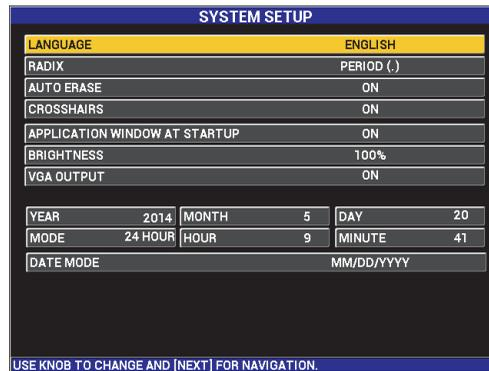

Figura 4-1 Pantalla SYSTEM SETUP (CONFIG SISTEMA)
1. Pulse dos veces la tecla de menú ADV SETUP (); después, pulse la tecla B para acceder a la pantalla **SYSTEM SETUP (CONFIG SISTEMA)**. Ver la Figura 4-1 en la página 76.
- Pulse dos veces la tecla de menú ADV SETUP () ; después, pulse la tecla B para acceder a la pantalla **SYSTEM SETUP (CONFIG SISTEMA)**. Ver la Figura 4-1 en la página 76.
3. En la pantalla **SYSTEMS SETUP** (CONFIG SISTEMA) [ver la Figura 4-1 en la página 76], utilice la tecla FULL NEXT () para resaltar los parámetros deseados y, a continuación, utilice la rueda de ajuste para cambiar sus valores: